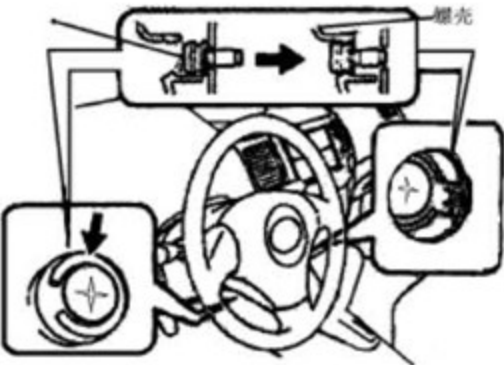

图 2—3
(1) 用套筒扳手或者螺丝刀，松开两个螺钉，直至螺钉头周边卡在螺钉壳体内，如图2—3所示。
(2) 从转向盘中拉出喇叭按钮总成，如图2—4所示。
(3) 使用螺丝刀，松开安全气囊接头的锁紧部分，拆下安全气囊接头。